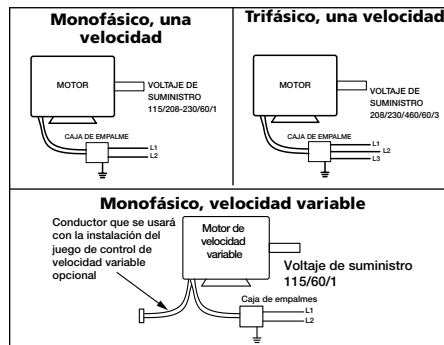

Figura 7 — Diagrama de Cableado Típico
9. Monte y conecte el interruptor de desconexión segura que se encuentra debajo de la cubierta del ventilador y conecte el motor según el diagrama de cableado de conexiones. Consulte la Figura 7 en la sección Conexión eléctrica, página 6. Conecte los interruptores de control a nivel del suelo.
10. Monte y conecte el interruptor de desconexión segura que se encuentra debajo de la cubierta del ventilador y conecte el motor según el diagrama de cableado de conexión del motor. Conecte los interruptores de control al nivel del suelo. Consulte la sección Conexión Eléctrica, en la página 6, Figura 7.
NOTA: Consulte la Figura 7 para conocer el diagrama de cableado.